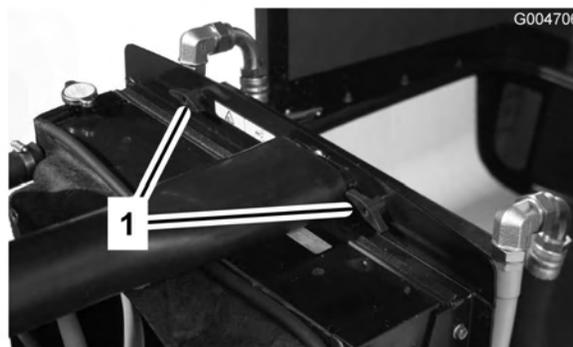

Figura 60
2. Retire los pomos (Figura 60) que sujetan el enfriador de aceite al bastidor.